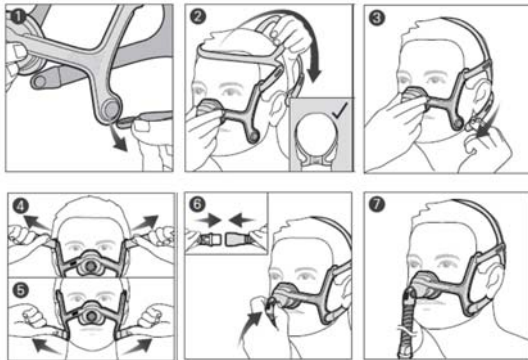

図 1-装着方法
- マスク装着前に、マスクフレームから両側のマグネットクリップを取り外す。(図 1-①)
- 下部ヘッドギアストラップを両方とも外した状態で、マスククッションを顔に当て、ヘッドギアを頭からかぶる。ヘッドギア後ろのロゴが外側で上下が正しいことを確認する。(図 1-②)
- 下部ヘッドギアストラップを耳の下まで持っていく。マスクフレームの外側にマグネットクリップを取り付ける。(図 1-③)
- 上部ヘッドギアストラップの面ファスナーを外す。マスククッションが鼻の上に無理なく配置されるまで上部ヘッドギアストラップを均等に調節する。面ファスナーを再度取り付け。(図 1-④)
- (5) 下部ヘッドギアストラップについても(4)と同様の手順を繰り返す。(図 1-⑤)
- (6) エアチューブを接続したエルボー付き短チューブを、両側のサイドボタンを押しながらマスククッションにはめ込む。(図 1-⑥)
- (7) 最終的に図 1-⑦のように装着する。(図 1-⑦)